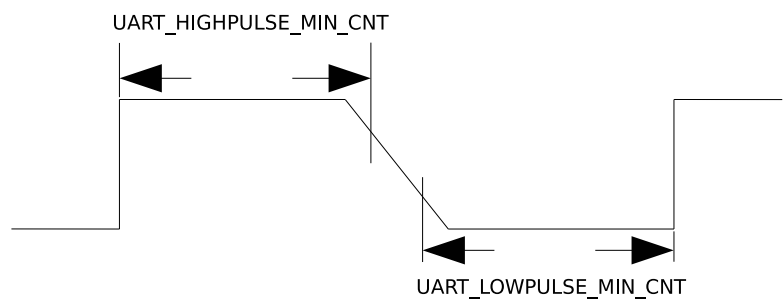

图 22.4-2. UART 信号下降沿较差时序图
置位 UART_AUTOBAUD_EN 可以开启 UART 波特率自检测功能。图 22.4-2 中的 Baudrate_Detect 可以滤除信号脉宽小于 UART_GLITCH_FILT 的噪声。
- 2. 对于 UART 信号的下降沿信号比较差的情况，如图22.4-2 所示，这时通过取 `UART_LOWPULSE_MIN_CNT` 与 `UART_HIGHPULSE_MIN_CNT` 的和平均得到的值不准确，可以通过 `UART_POSEDGE_MIN_CNT` 获取发送方波特率。计算公式如下：